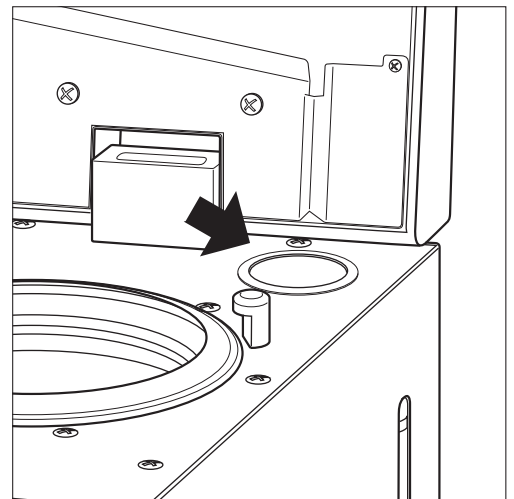

図 2
- 2) 水 (1L) を給水口よりゆっくり注ぎます。使用する水は $15 \mu\text{S/cm}$ 以下の蒸留水、イオン交換水、RO 水等を使用してください。(図 2)